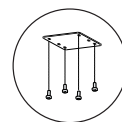

Fig.5
- Nella taglia PM670V è necessario installare la staffa di supporto esterna con le quattro viti fornite a corredo. (fig.5)